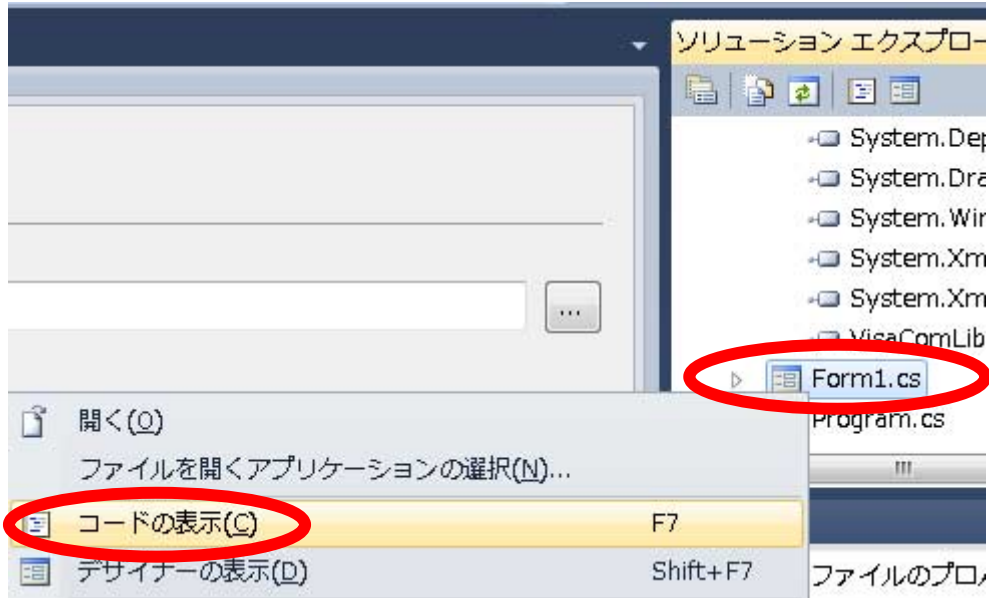

図 9 コードの表示
- ⑦ ソリューション エクスプローラの Form1.cs を右クリックし、コードの表示を選択します。(図 9)